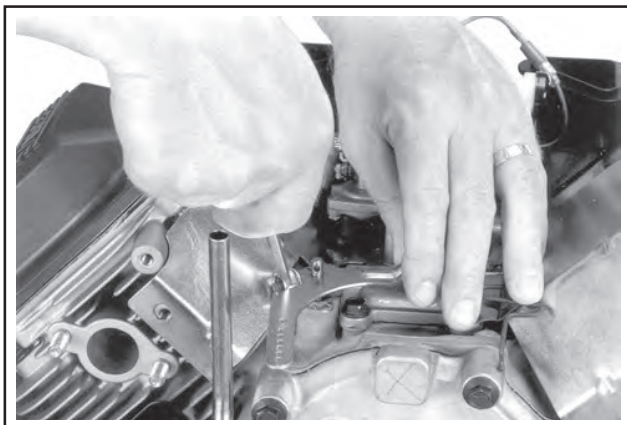

Abbildung 11-81. Einstellung Drehzahlreglerhebel.
3. Den Drehzahlreglerhebel **in Richtung** Vergaser so weit wie möglich (vollständig geöffneter Gashebel) verschieben und in dieser Position halten. Siehe Abbildung 11-81.